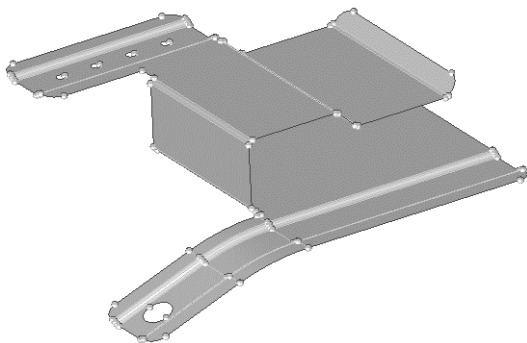

图 3-19 模型中面 (midsurface)
(1) 在模型浏览窗口隐藏名为 lv110 的组件的几何模型，如图 3-19 所示，图形区只显示 Middle Surface 组件。
(2) 在模型浏览窗口打开组件 lv110 几何模型。
(3) 在“视图”工具栏选择 transparency () 面板。